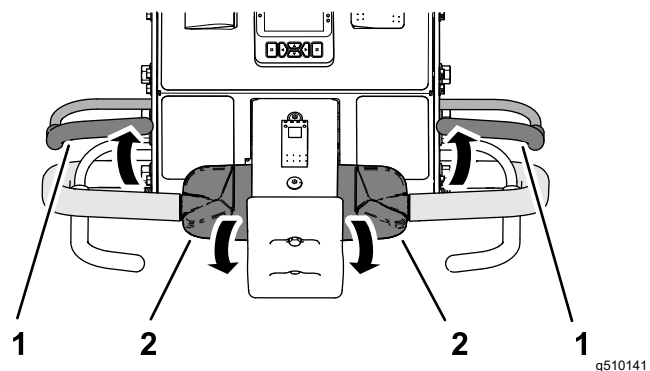

Figura 34
3. Enquanto aperta o comando da tração, solte a pega de presença do operador (Figura 34).